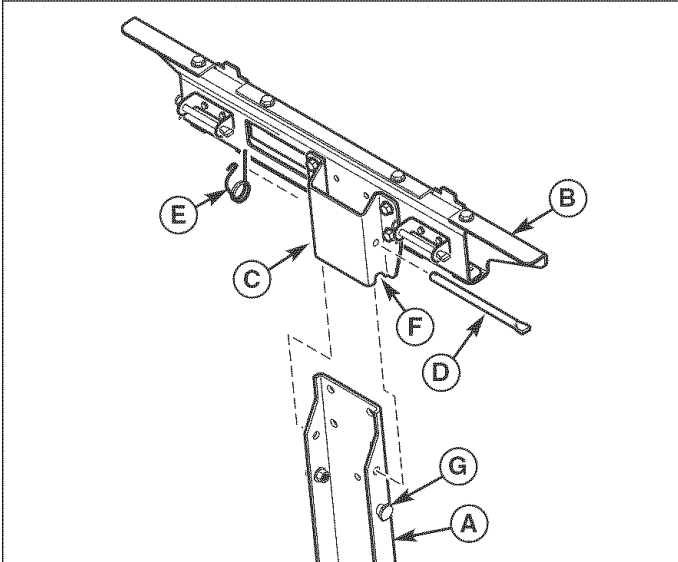

Figura 35. Instale el soporte de la bolsa y de la tapa
1. Fije el soporte de la bolsa y de la tapa (B, Figura 35) al soporte vertical (A) deslizando el montaje de apoyo (C) sobre el soporte vertical (A) hasta que el apoyo de tope (F) haga contacto completamente con los pernos de tope (G).
2. Inserte el pasador de montaje (D) a través del montaje de apoyo (C) y el soporte vertical (A) como se muestra.
3. Fije el pasador de montaje (D) con el resorte retenedor (E).